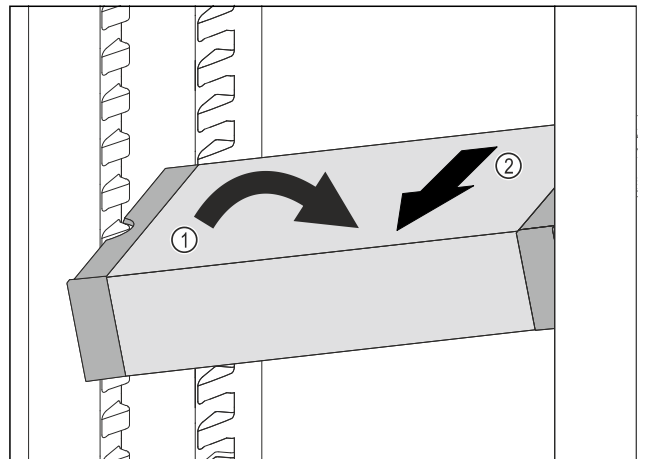

Fig. 210
- ▶ Állítsa ferde helyzetbe a VarioSafe-fiókot a hűtőrészben. Fig. 210 (1)
- ▶ Előrefelé vegye ki a VarioSafe-fiókot. Fig. 210 (2)